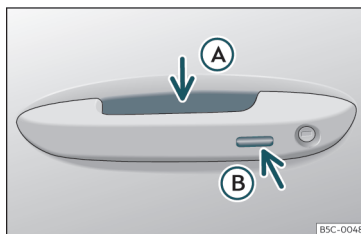

Fig. 81 Manecilla de la puerta: superficies sensoras
>>> fig. 81
- Empuñe la manecilla de una de las puertas delanteras. Al hacerlo se toca la superficie sensora »» **fig. 81** (A) (flecha) de la manecilla y se desbloquea el vehículo.
- Toque *una vez* la superficie sensora de bloqueo »» **fig. 81** (B) (flecha) de la manecilla de una de las puertas delanteras. La puerta cuya manecilla se acciona deberá estar cerrada.
- Toque *una vez* la superficie sensora >>> **fig. 81**  (flecha) de la manecilla de una de las puertas delanteras. El vehículo se bloquea con el sistema de seguridad "Safe" >>> **pág. 109**. La puerta cuya manecilla se acciona deberá estar cerrada.
- Toque *dos veces* la superficie sensora >>> **fig. 81**  (flecha) de la manecilla de una de las puertas delanteras para bloquear el vehículo sin activar el sistema de seguridad "Safe" >>> **pág. 109**.
- Pulse el botón de cierre  del mando a distancia y toque una vez, dentro de los 5 segundos siguientes, la superficie sensora de bloqueo de la manecilla de la puerta del conductor >>> **fig. 81** . No agarre la manecilla de la puerta, de lo contrario el vehículo no se bloqueará. También es posible llevar a cabo la desactivación si se bloquea el vehículo a través de la cerradura de la puerta del conductor.
Para **cerrar con la función de confort** todas las ventanillas eléctricas y el techo de cristal, mantenga un dedo durante unos segundos sobre la superficie sensora de bloqueo »» **fig. 81**  (flecha) de la manecilla de la puerta hasta que se hayan cerrado las ventanillas y el techo.
Las superficies sensoras de las manecillas de las puertas podrían activarse al recibir un chorro de agua o de vapor a gran presión en el caso de que hubiera alguna llave del vehículo válida en la zona próxima. Si al menos una de las ventanillas con elevadoras eléctrico está abierta y se activa la superficie sensora »» **fig. 81**  (flecha) de una
- **O BIEN:** toque *dos veces* la superficie sensora situada en la parte exterior de la manecilla de la puerta »» **fig. 81** .